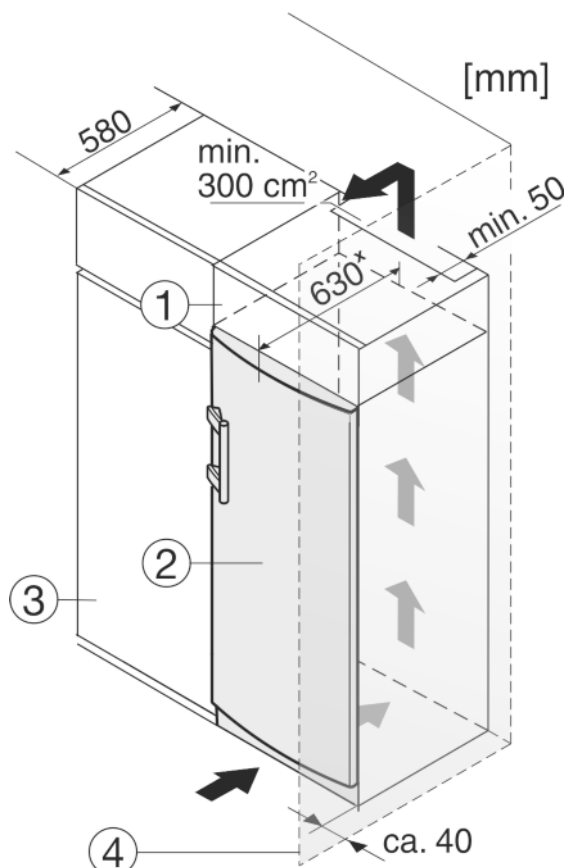

Fig. 12
Spotřebič lze zabudovat do kuchyňských skříní. K vyrovnání spotřebiče *Fig. 12 (2)* na výšku kuchyňské linky lze na přístroj nasadit nástavec *Fig. 12 (1)*.
Při montáži do kuchyňských skříní (hloubka max. 580 mm) lze přístroj instalovat hned vedle kuchyňské skříňe *Fig. 12 (3)*. Přístroj přesahuje přední stěnu kuchyňské skříňe na stranách o 34 mm * a uprostřed o 50 mm *.
Když se přístroj instaluje závěsy vedle stěny *Fig. 12 (4)*, musí být vzdálenost přístroje od stěny alespoň 40 mm. To odpovídá přesahu madla při otevřených dvířkách.